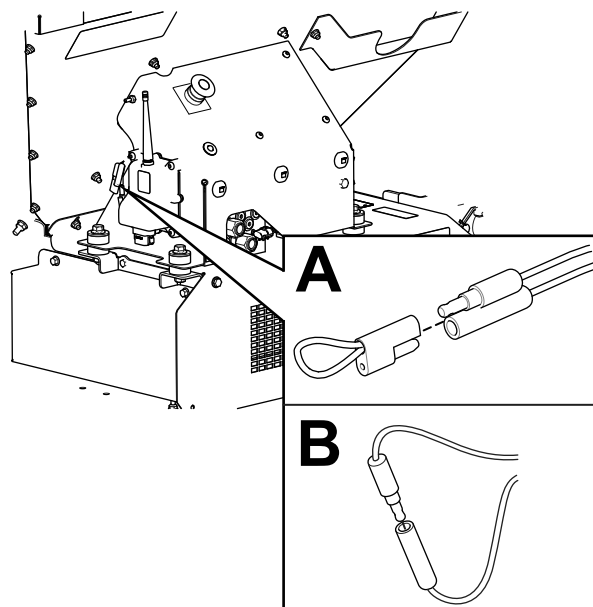

Figura 64
2. Retire el tapón de los 2 conectores de derivación diagnósticos (Figura 64, A).
3. Conecte entre sí los conectores de derivación diagnósticos (Figura 64, B).
2. Desconecte los conectores de derivación diagnósticos (Figura 64, B).
3. Coloque el tapón en los 2 conectores de derivación diagnósticos (Figura 64, A).